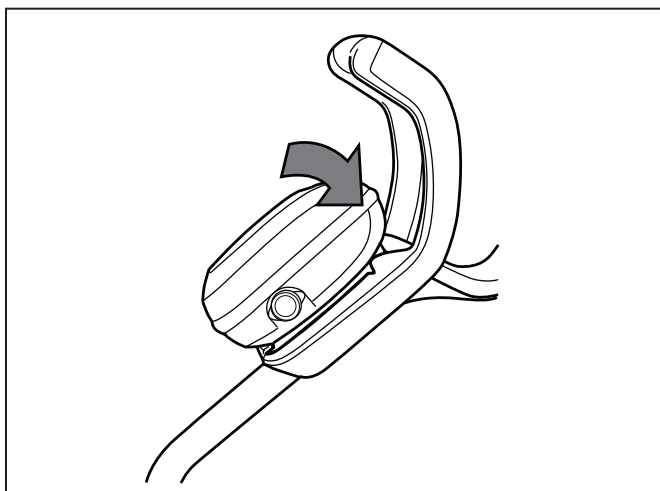

Figura 9. Coloque la unidad de control en el carrito
2. Presione la unidad de control en el gancho del carrito hasta que quede bien colocada y fijada en su sitio (Figura 9).